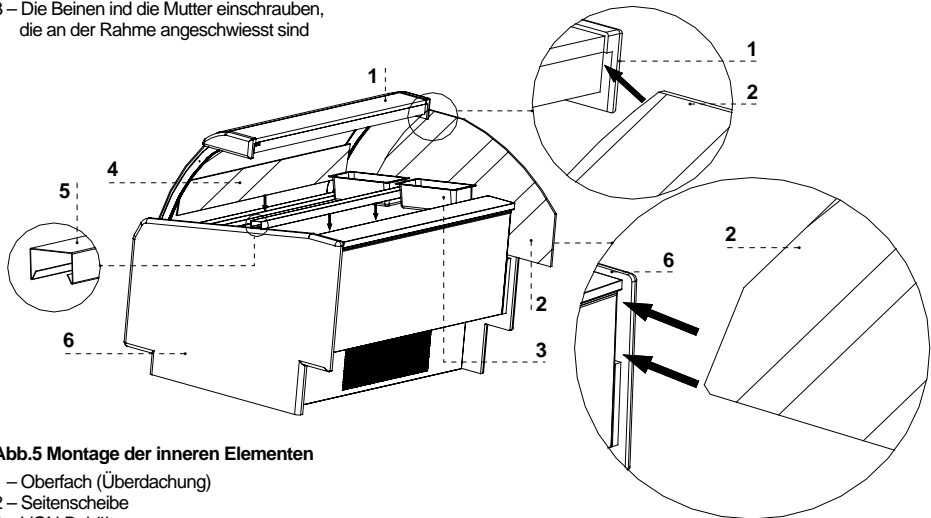

Abb.5 Montage der inneren Elementen
1. Die Querholme für VGN-behälter montieren Abb.5/5 (S.24)
3. Die Glasseiten nach Abb.5/2 (S.24) einschieben